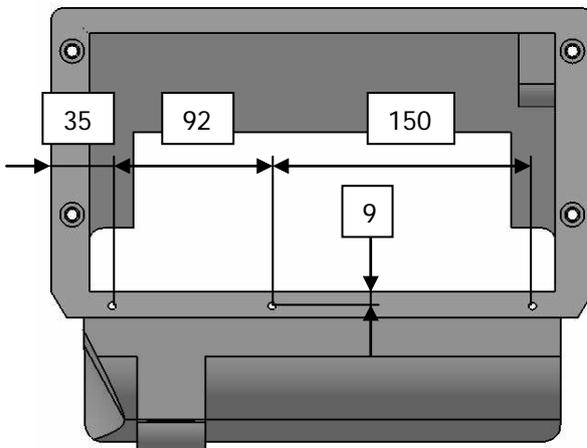
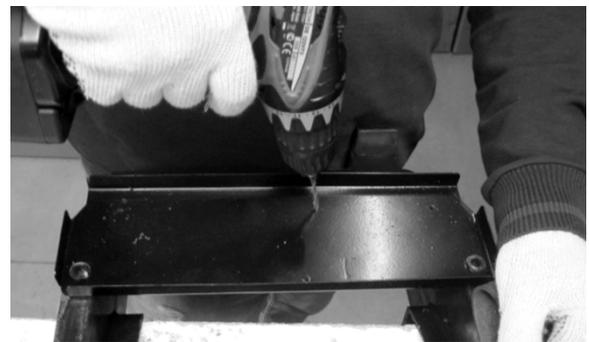

Рис. 6
Рис. 7
4.5 Отклеить и отогнуть край нижнего уплотнителя короба. Выполнить три отв.  $\varnothing 4,2$  по разметке (рис. 6) или по шаблону (рис. 7) приложение №3.